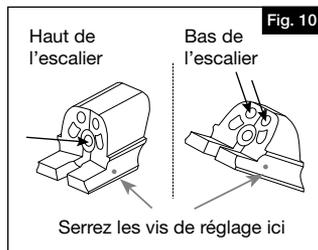
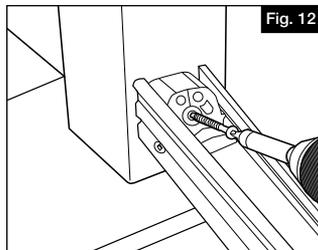

Fig. 10
Fig. 12
- a. Installez une #6 x ¾" (no. 6 x 1,9cm) vis de réglage sur l'intérieur du longeron inférieur pré perforé, en vous assurant que les vis de réglage connectent le longeron inférieur pré perforé au support d'attache, dans l'emplacement indiqué en Figure 10. Ceci devrait être le plus près possible de la face interne du support afin que la vis soit bien enfoncée.
- c. Sécurisez les supports au poteau à l'aide de 3 #10 x 2.5" (no. 10 x 6,35cm) vis de montage (G) sur chaque support, en débutant par le trou de la vis du centre (Figure 12). Si en l'utilisant avec un poteau structurel RDI et des vis, vous entrez en contact avec de l'acier, utilisez alors les vis non peintes de # 10 x 2" / (no. 10 x 5,08cm) (1) lorsque nécessaire. Ceci peut se produire aux endroits des vis indiqués en Figure 10, dépendamment de l'angle de l'escalier.